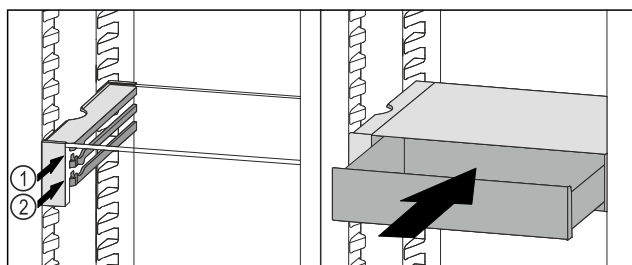

Fig. 106
- ▶ Nasadte zásuvku VarioSafe za zarážky na požadovaném žebro Fig. 106 (1) nebo Fig. 106 (2).